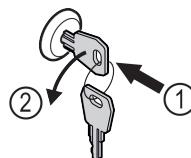

Fig. 182
- Ispauskite raktą. Fig. 182 (1)
- Pasukite raktą 90° prieš laikrodžio rodyklę. Fig. 182 (2)